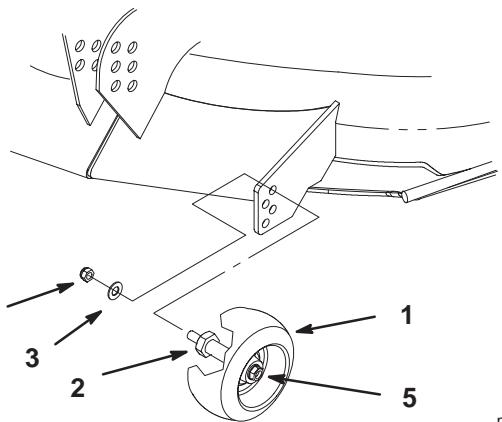

Bild 15
1. Entfernen Sie nach dem Einstellen der Schnitthöhe die Mutter und Scheibe, während Sie den Bolzen mit einem Schraubenschlüssel festhalten (Bild 15).
Hinweis: Entfernen Sie nicht die Radmutter und Scheibe (Bild 15).
2. Wählen Sie eine Lochposition, damit die Radstelze 9,5 mm Bodenfreiheit hat für die jeweilige Schnitthöhe (Bild 15).
3. Montieren Sie die Bolzenmutter und Scheibe (Bild 15).